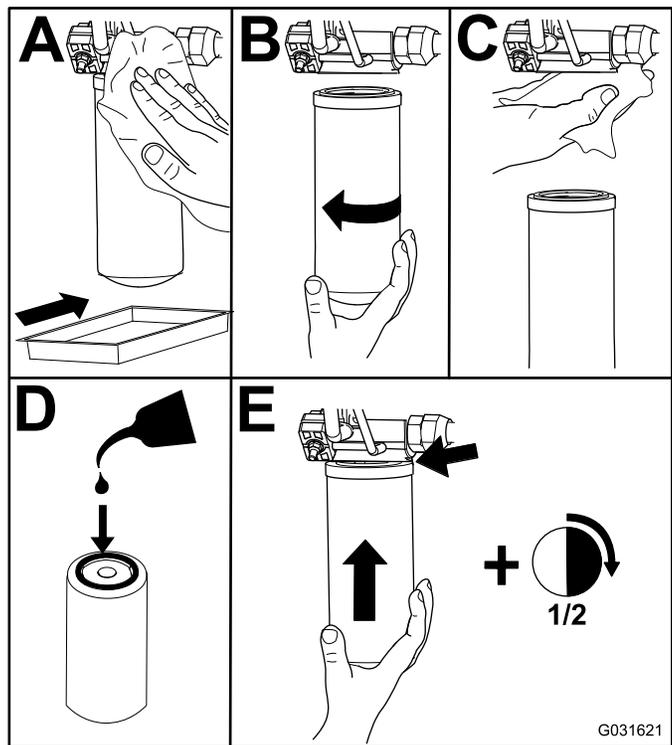

Рисунок 77
2. Замените гидравлический фильтр линии подачи в отделении гидромеханизма подъема, как показано на Рисунок 77.
4. Замените фильтр линии возврата с правой стороны машины (Рисунок 77).